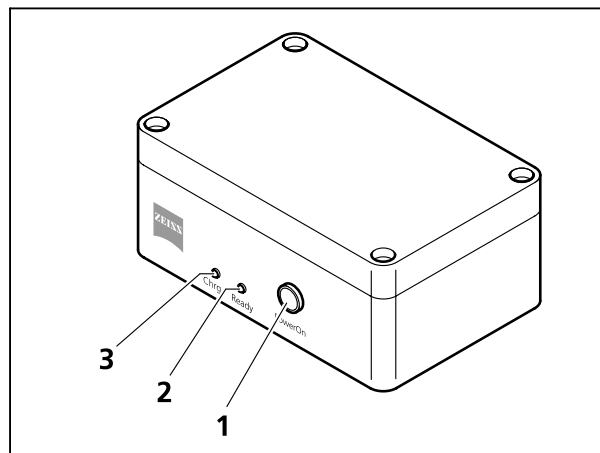

Рисунок 14 Аккумуляторный блок питания
Если аккумуляторный блок питания подключён к сетевой розетке через штекерный сетевой блок микроскопа, то зелёная контрольная лампочка наличия сетевого напряжения **Ready** (Рисунок 14/2) будет гореть. Аккумуляторы подзаряжаются автоматически в таком случае.
Жёлтый индикатор состояния заряженности **Chrg** (Рисунок 14/3) светится во время процесса заряда. Он погаснет, как только процесс заряда закончен.
- Коротко нажмите клавишу **PowerOn** (Рисунок 14/1) для включения аккумуляторного блока.